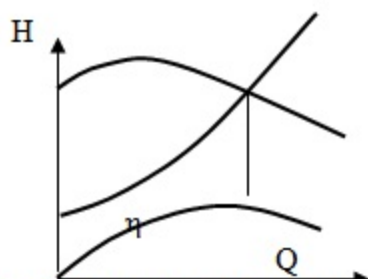

Рис.3 Сійкий режим роботи
- 1 Сійкий (рис. 3)— якщо характеристики перетинаються в одній точці.